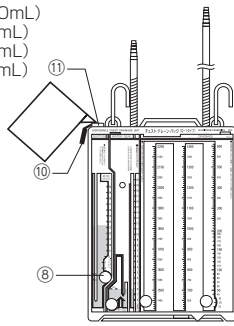

図 1
- 患者の胸部より低い位置に、本品が垂直になるように設置する。設置の際には、吊具①または回転スタンド③を使用すること。回転スタンド③は、90度回転させて使用し、転倒させないようにすること。
- 吸引圧設定部⑨への注水(吸引圧設定)
- 空気導入口(注水口)⑪のマフラー⑩(緑のキャップ)をはずしてカップで注水する。設定圧の高さまで滅菌蒸留水または生理食塩水を満たす。(図1)注水された水は黄色になる。下部の吸引圧設定部水位調節ポート⑧に注射針付シリンジを刺し込むと水位の調節が可能である。図1の注水量は目安であり、実際には設定圧の目盛を確認しながら注入操作を行うこと。
2) マフラー⑩を空気導入口(注水口)⑪にかぶせる。